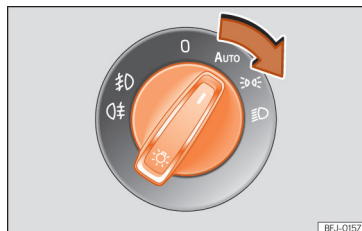

Рис. 104 Передня панель: головний перемикач системи освітлення
• Коли запалювання ввімкнене, поверніть перемикач системи освітлення в бажане положення » **рис. 104**: